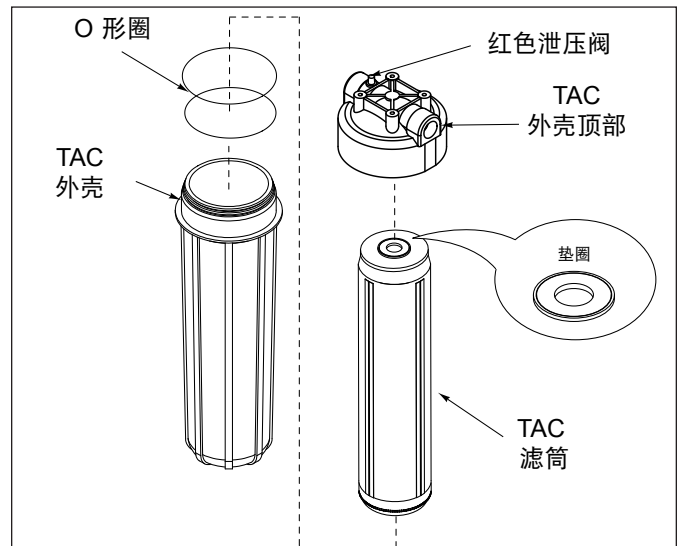

图 12. 更换 TAC 滤筒
5. 将水清空，排入排水口并丢弃旧的 TAC 滤筒（图 12）。
注意：确保端密封垫圈在 TAC 滤筒顶端的凹槽中卡入到位（图 12）。